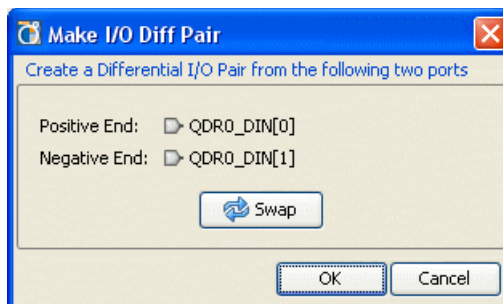

図 8-15 : [Make I/O Diff Pair] ダイアログ ボックス
1. 2 つの I/O ポートを選択し、[I/O Ports] ビューのポップアップ メニューから [Make Diff Pair] を選択します (図 8-15)。